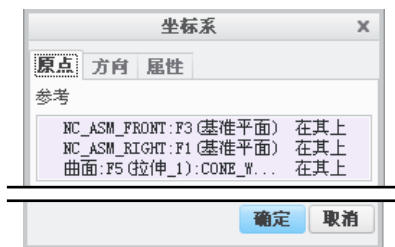
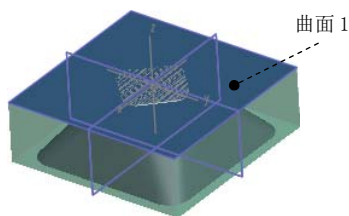

图 6.3.4 “坐标系”对话框
图 6.3.5 所需选取的参照平面
Step3. 机床坐标系设置。在“操作”操控板单击  按钮，在弹出的菜单中选择  命令，系统弹出图 6.3.4 所示的“坐标系”对话框。按住 Ctrl 键依次选择 NC_ASM_FRONT、NC_ASM_RIGHT 基准面和图 6.3.5 所示的曲面 1 作为创建坐标系的三个参照平面，单击  **确定** 按钮完成坐标系的创建，返回到“操作”操控板。